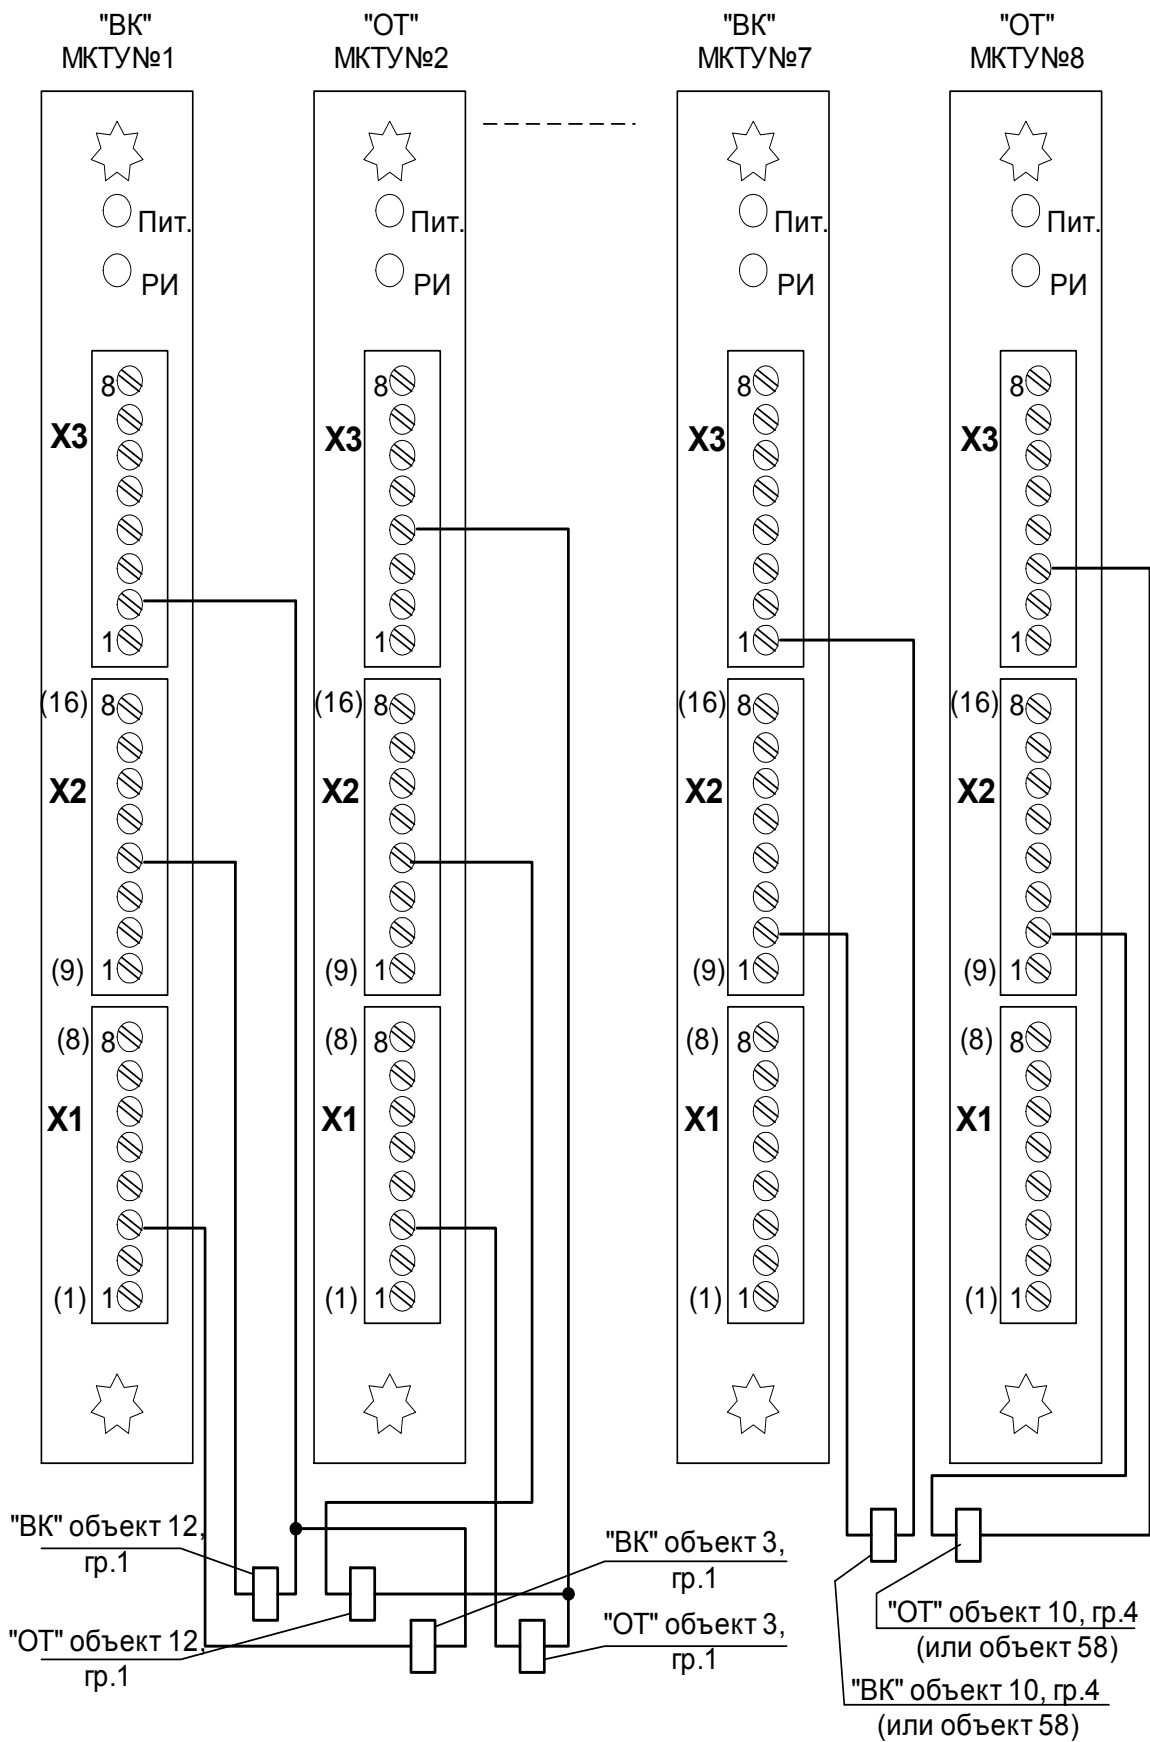

Рис.2.1 Примеры подключения по схеме с индивидуальными реле "BK" - "OT".
2.3.6 Пример подключения исполнительных реле по схеме с индивидуальными реле "ВК"- "ОТ" приведен на рис.2.1. Не допускается менять местами модули МКТУ.